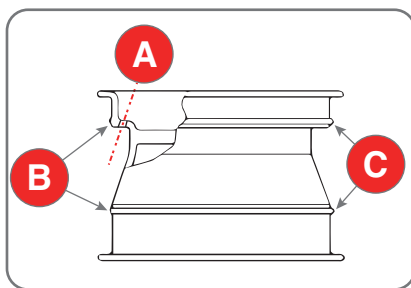

Fig. 6.4
Ruote ad alte prestazioni (curvatura asimmetrica) - (Fig.6.4.) Alcune ruote europee presentano cerchi con curvature molto accentuate (C), eccetto in corrispondenza del foro della valvola (A) sul quale lato la curvatura è più leggera (B). Su queste ruote la stallonatura deve essere eseguita inizialmente in corrispondenza del foro della valvola sia sul lato superiore che sul lato inferiore.